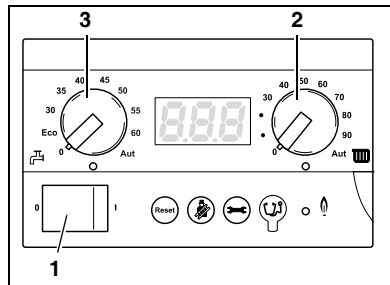

Fig. 20 Basiscontroller BC10
- Indstil den ønskede temperatur på drejeknappen for maksimal kedeltemperatur (fig. 20, pos. 2) efter tab. 3.